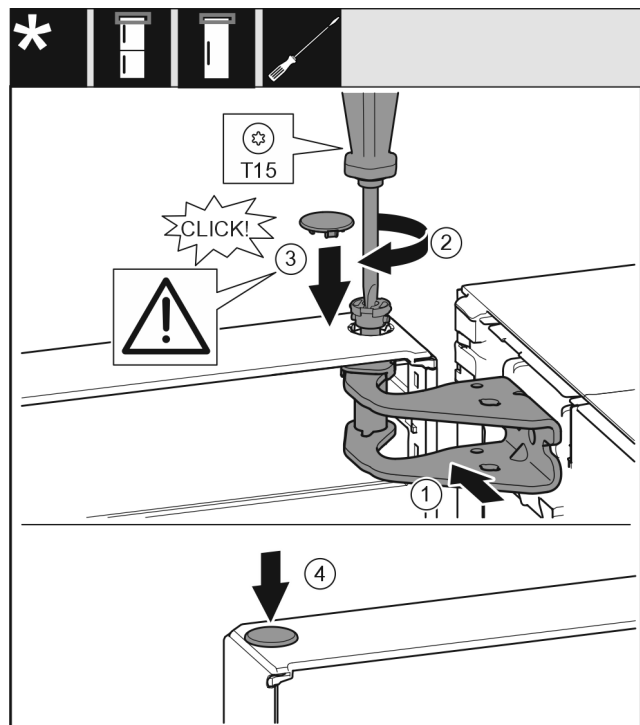

Fig. 22
- ▶ Deur op de onderste lagerbout plaatsen. Fig. 22 (1)
- ▶ Deur boven uitlijnen op de opening in de lagerbus. Fig. 22 (1)
- ▶ Bouten aanbrengen en met schroevendraaier T15 vastschroeven. *Fig. 22 (2)*
- ▶ Veiligheidsafdekking voor de veiligheid van de deur monteren: Veiligheidsafdekking aanbrengen en controleren of deze op de deur rust. Anders bout volledig aanbrengen. *Fig. 22 (3)*
- ▶ Stop aanbrengen. *Fig. 22 (4)*